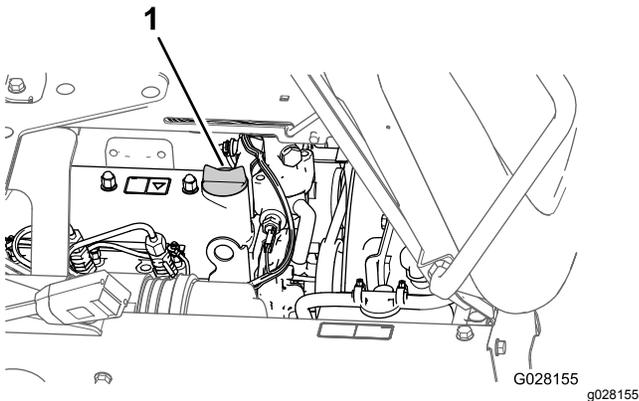

Figura 52
5. Retire el tapón de llenado de aceite del cuello de llenado de la tapa de válvulas del motor (Figura 52), y vierta lentamente aproximadamente el 80% de la cantidad especificada de aceite por el cuello de llenado.
8. Instale el tapón de llenado de aceite en el cuello de llenado (Figura 52).